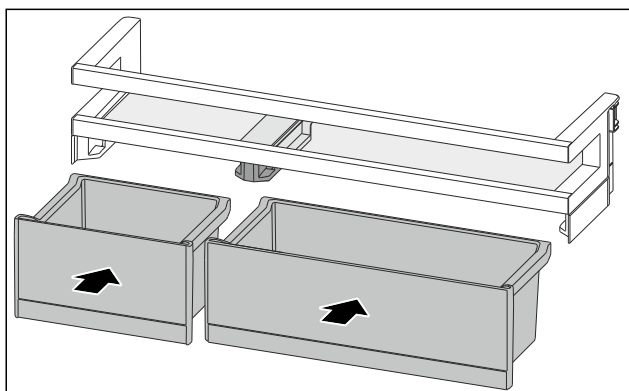

Fig. 89
- Inserire i VarioBox in posizione scambiata. (vedere Fig. 89)